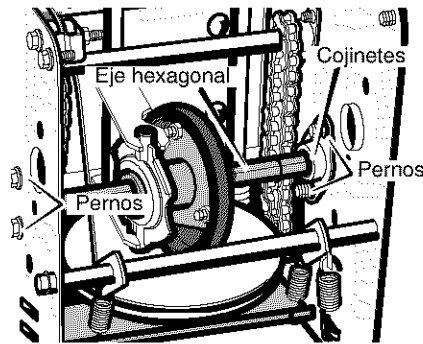

Figura 84
8. Quite los cuatro **pernos** que retienen los **cojinetes** a cada lado del **eje hexagonal** (consulte la Figura 84).